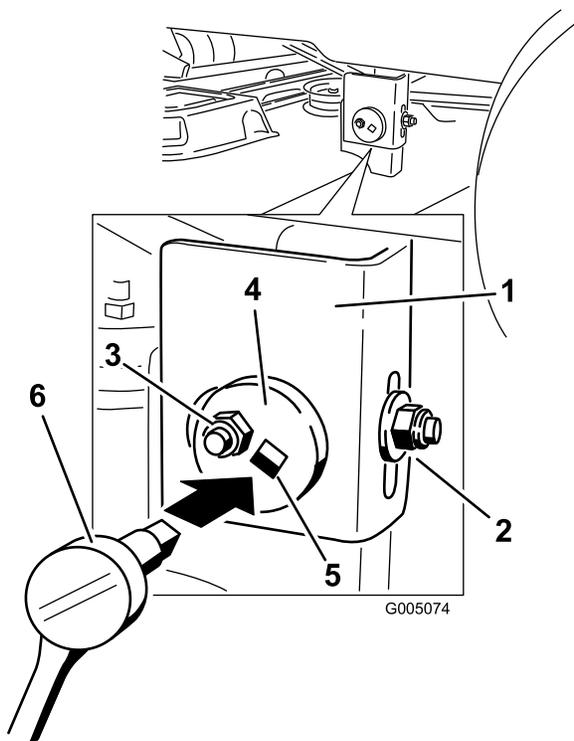

Figure 40
- Passez au côté gauche de la machine. Desserrez sans le retirer, l'écrou de blocage arrière sur le support (Figure 40).
- Desserrez l'écrou de blocage latéral sur le support de suspension jusqu'à ce qu'il soit possible d'ajuster la plaque de réglage excentrique (Figure 40).
- Arrêtez le plateau de coupe et vérifiez sa hauteur, puis serrez l'écrou de blocage latéral sur le support pour fixer cette nouvelle position (Figure 40).